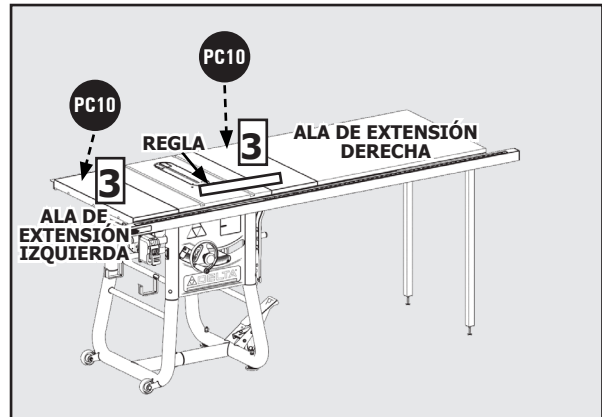

Figura 10
4. Fije el ala de extensión del lado izquierdo (PC10) [3] al lado de la mesa de la sierra usando tres tornillos de cabeza hexagonal de 5/16 18 x 7/8 pulgadas con arandelas de seguridad divididas (HP7). Vea la Figura 10.
4. Fije las alas de extensión (PC10) [3] a la mesa utilizando tres tornillos de cabeza hexagonal de 5/16-18 x 7/8 pulgadas con arandelas de seguridad divididas (HP7) para cada ala. Véase la Figura 10.
NOTA: Utilice una regla para asegurarse de que los bordes superiores de las alas están al ras con la parte superior de la mesa. Véase la Figura 10.